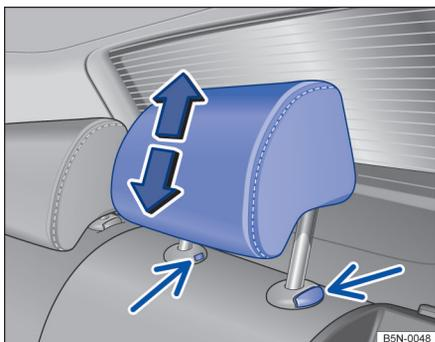

图 68 部分车型后排头枕拆卸和安装
- 部分车型将钥匙插入图片左侧箭头所指缝隙处，同时按压图片右侧箭头所示按钮，才可将头枕完全拉出。 \Rightarrow 图 68